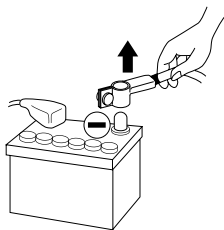

图1
- 2 - 开始安装前，请先断开电缆负极与电池的连接（图1）。